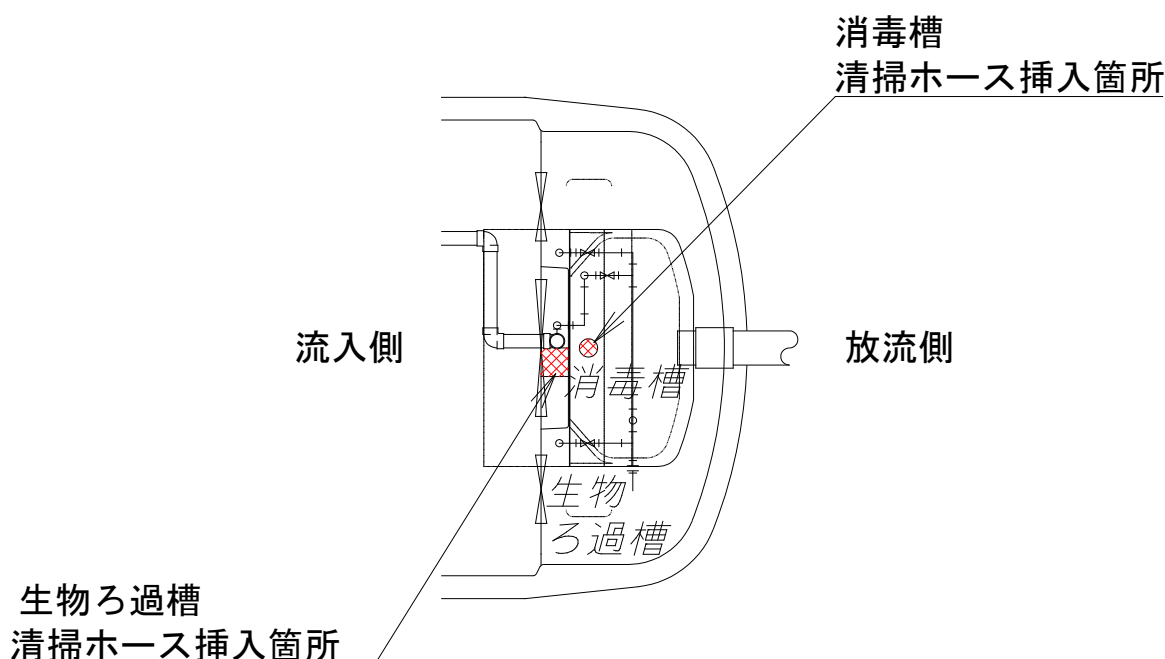

図 4-4 生物ろ過槽および消毒槽における清掃ホース挿入箇所
- ③ バッフル底部へホースを挿入し、汚泥を適正量引き抜いてください（図4-4参照）。
- ①薬剤筒を取り出します。
- ②消毒槽開閉フタの穴から槽底部までホースを挿入し、汚泥を適正量引き抜いてください(図4-4参照)。
- ③薬剤筒を元に戻します。